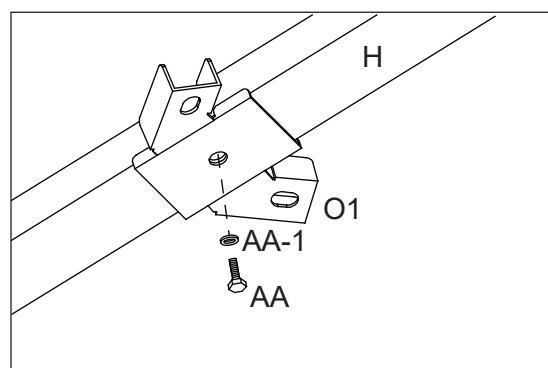

Figure 13-2
13.2. Fixez le connecteur (O1) au support vertical du toit principal (H) à l'aide des boulons (AA) et de la rondelle (AA-1). Voir la figure 13.2.